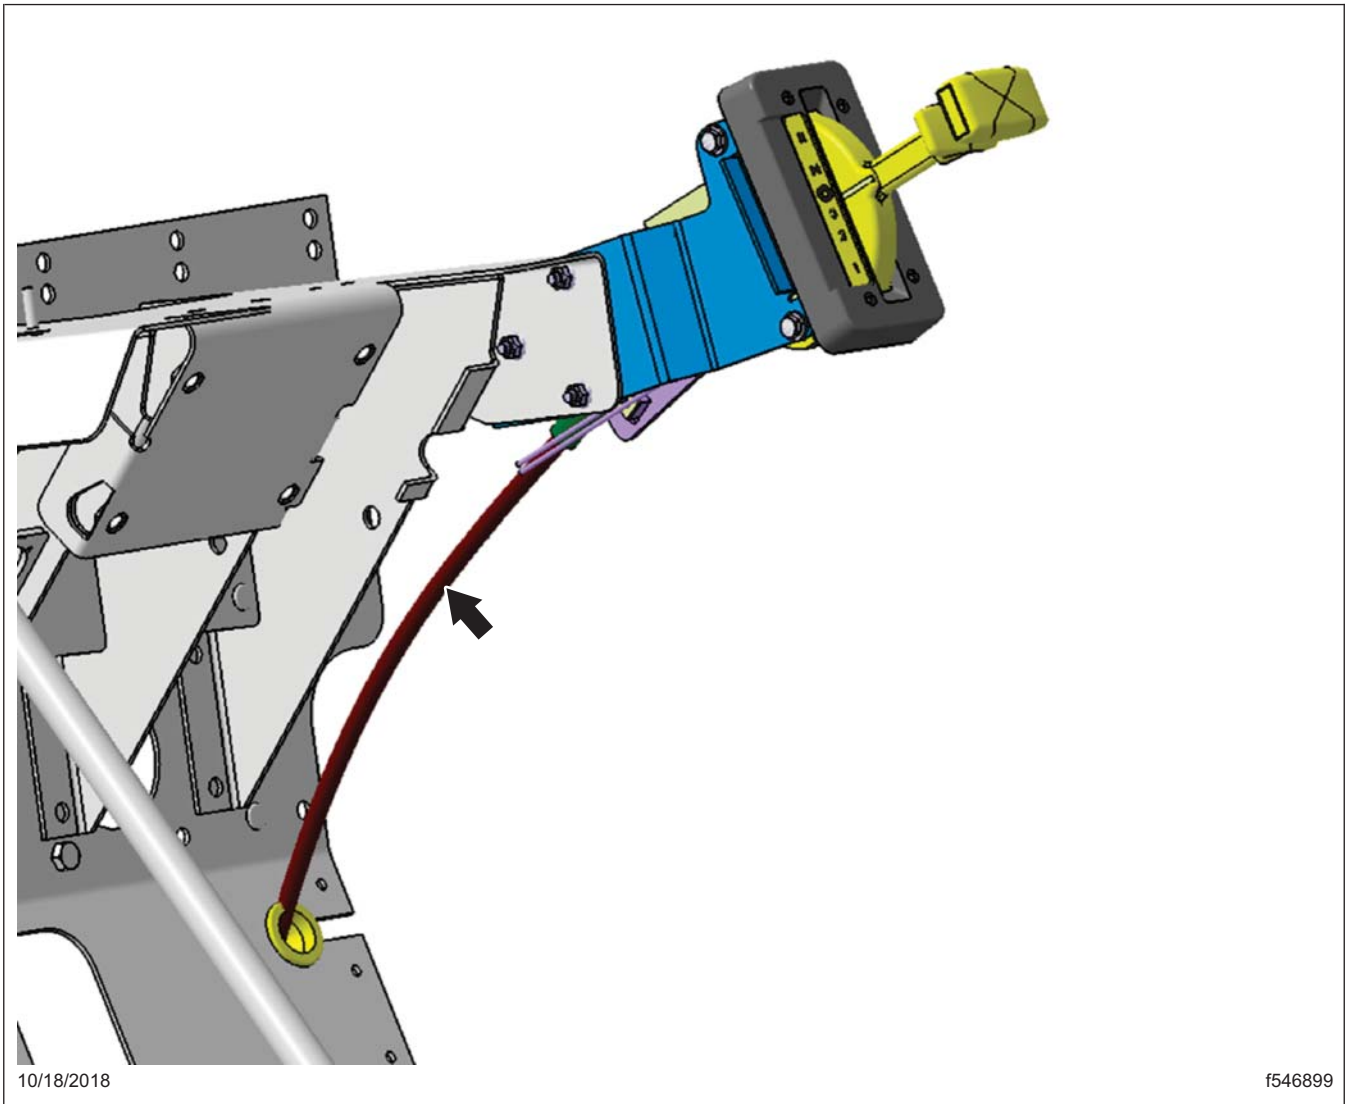
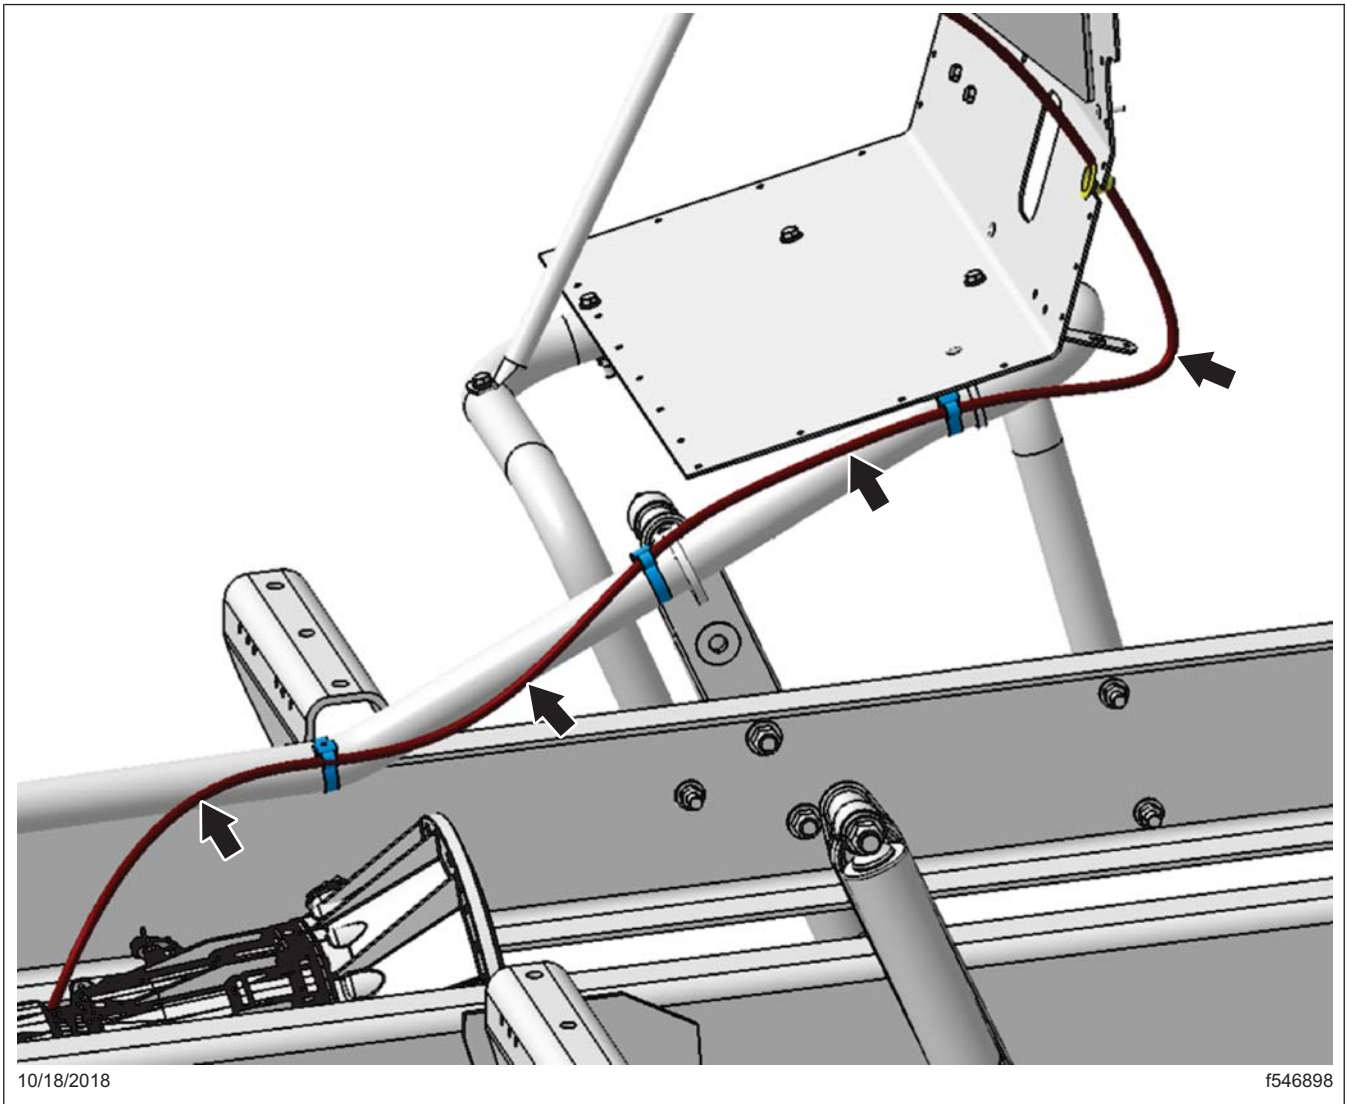

Fig. 3, Câble du sélecteur de vitesses de la boîte de vitesses, à l'intérieur du véhicule
Fig. 4, Câble du sélecteur de vitesses allant vers la boîte de vitesses
12. Inspectez le câble du sélecteur de vitesses de la boîte de vitesses sur toute sa longueur pour déceler toute trace de fonte ou tout dommage causé par la chaleur. Reportez-vous à la figure 2, à la figure 3, et à la figure 4.